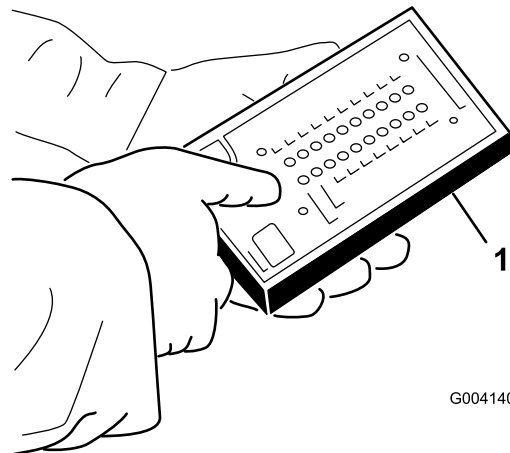

Figure 25
5. Branchez le connecteur de l'affichage de l'outil de diagnostic ACE au connecteur du faisceau de câblage (Figure 25).